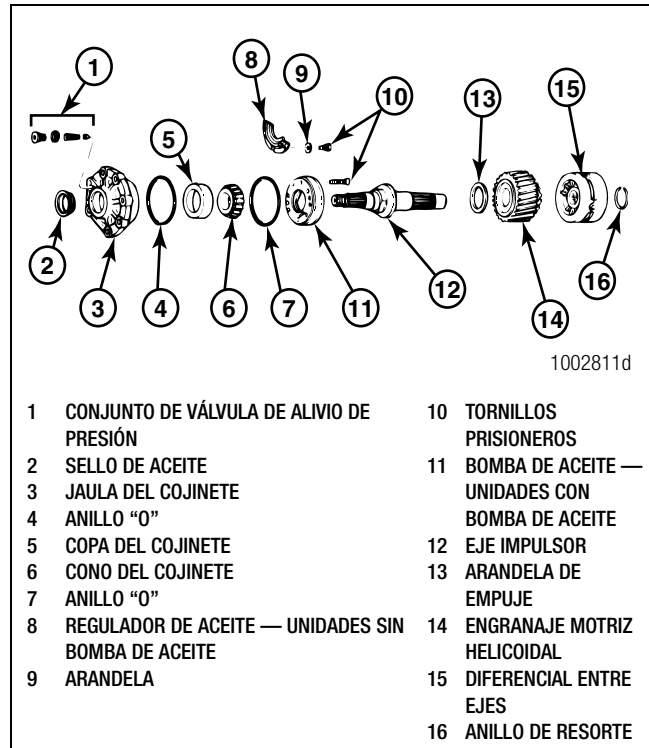

Figura 5.65
1. Aplique lubricante para ejes conforme se van ensamblando las piezas. Figura 5.65.